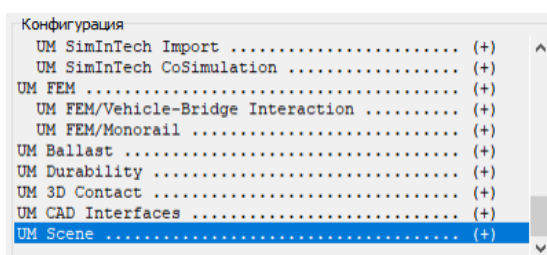

Рис. 1. Модуль UM Scene в конфигурации УМ
2. Проверьте, что у вас есть лицензия на модуль **UM Scene**. Для этого запустите программу **UM Simulation**, в главном меню выберите пункт меню **Помощь | О программе** и убедитесь, что напротив модуля **UM Scene** стоит "+", см. рис. 1.